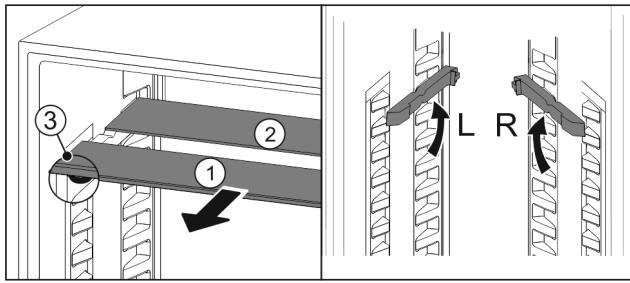

Fig. 125
- ▶ Extragăți Fig. 125 (1) pe rând plăcile de sticlă spre înainte.
- ▷ Placa de sticlă Fig. 125 (1) cu șipca decorativă se află în față.
- ▷ Opritoarele Fig. 125 (3) indică în jos.